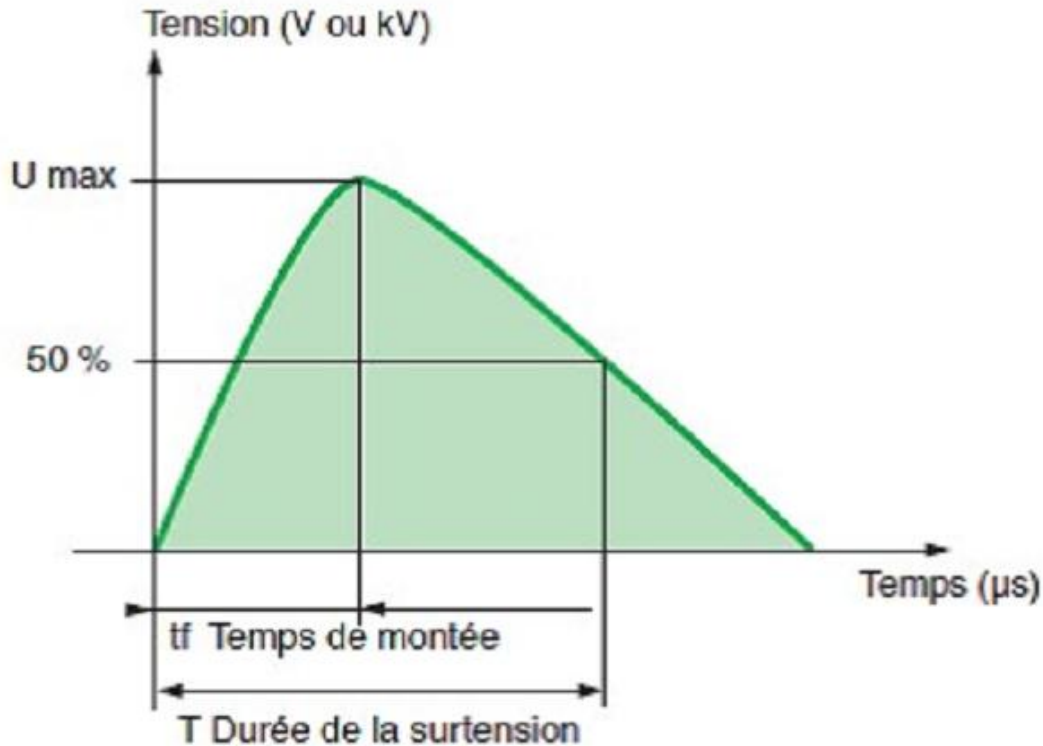

Fig.2 : Principales caractéristiques d'une surtension
Une surtension perturbe les équipements et produit un rayonnement électromagnétique. En plus, la durée de la surtension (T) cause un pic énergétique dans les circuits électriques qui est susceptible de détruire des équipements. Elle est caractérisée par (voir fig.2):